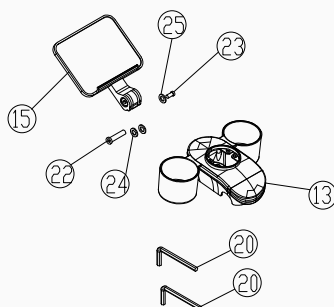

Figure 3
3. Aligner les cache-plaques supérieur et inférieur (pièce 13) avec la rainure du support de téléphone (pièce 15), puis les fixer à l'aide des vis de blocage M8×35 (pièce 23), des vis de blocage M6×12 (pièce 24) et de deux rondelles plates (Φ16×Φ8.5×1, pièce 25). Serrer toutes les fixations à l'aide d'une clé hexagonale de 5 mm (pièce 21), comme indiqué à la Figure 3.